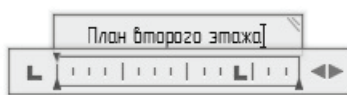

Рис. 3.3.14. Окно редактирования текста
- Обозначение плана и разреза на чертежеотредактируем. Для этого дважды щелкнем ЛКМ по обозначению разреза А—А или В—В над планом или разрезом и в окне редактирования текста (рис. 3.3.14), напомним **План второго этажа** или **Разрез 1—1**.